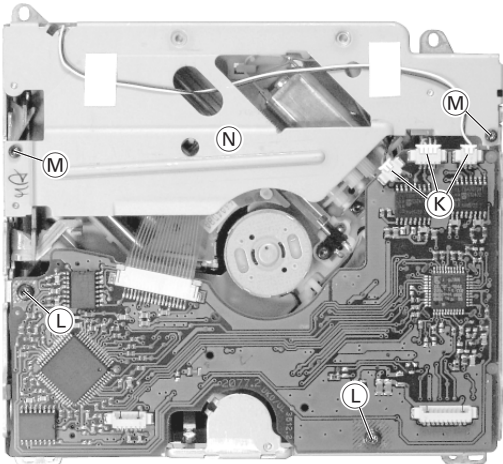

Fig. 8
- 3 Steckverbinder (K) abziehen (Fig. 8).
- 2 Schrauben (L) heraus-schrauben (Fig. 8).
- Open 3 connectors (K) (Fig. 8).
- Undo 2 screws (L) (Fig. 8).
- 2 Schrauben (M) heraus-schrauben und Abdeckung (N) abnehmen (Fig. 8).
- Undo 2 screws (M) and remove the cover (N) (Fig. 8).